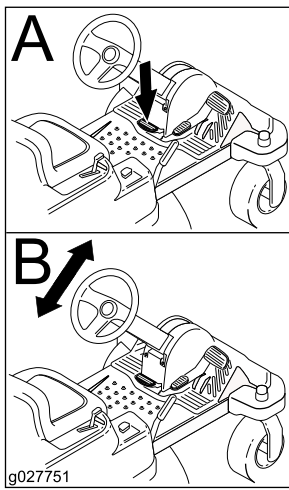

Figura 15
2. Mueva el volante a la posición deseada (Figura 15).